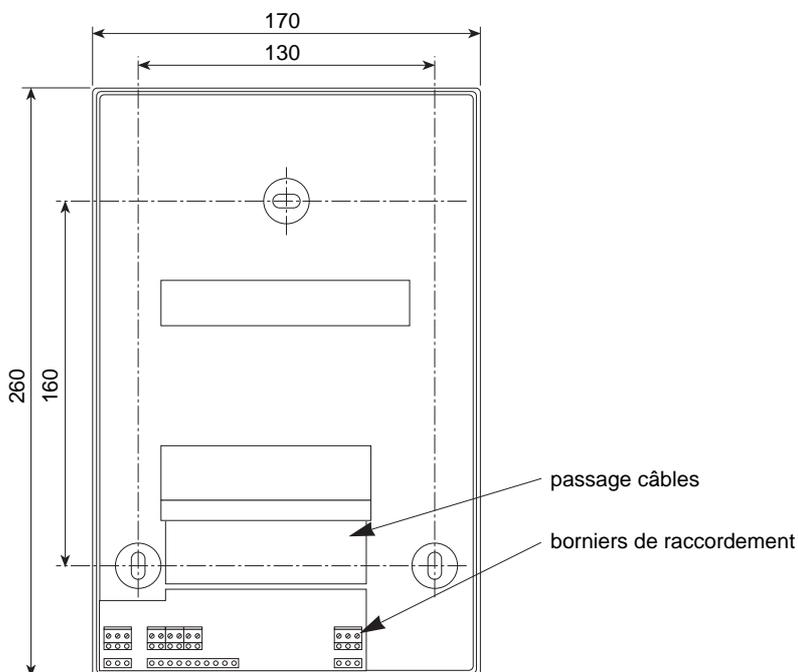

fig. 3
■ faites passer vos câbles dans les ouvertures prévues à cet effet (figure 3)